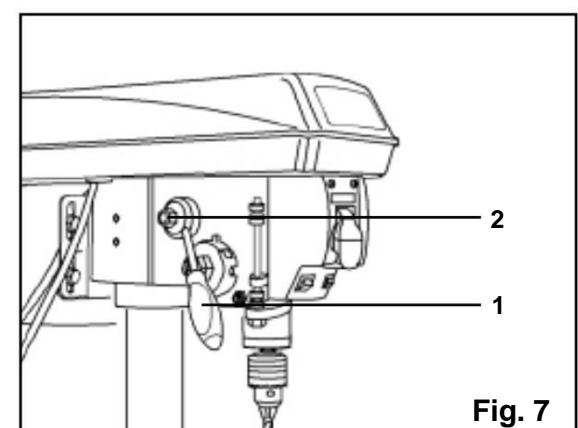

Fig. 7
HASTIGHETSHANDTAG (FIG. 7)
1. Sätt in hastighetshandtaget (fig. 7 - 1) i den gängade öppningen på hastighetsnavet (fig. 7 - 2).